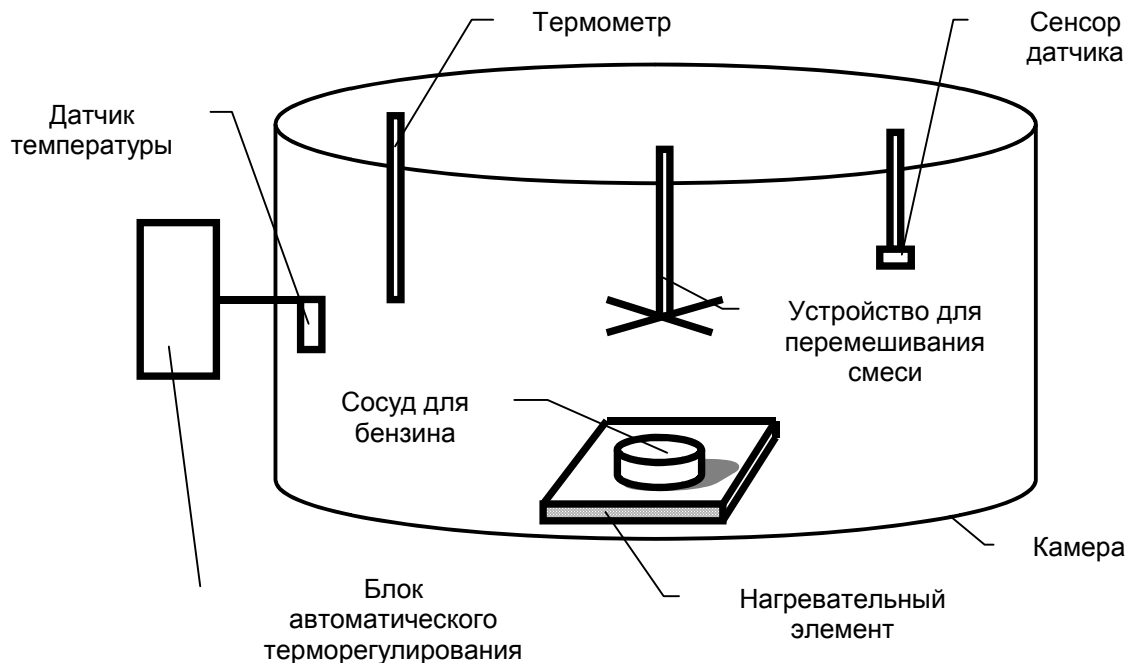

Рис.5. Схема поверки газоанализатора по парам бензина и дизельного топлива.
1) Собрать стенд для приготовления поверочных концентраций паров бензина в соответствии со схемой, приведенной рис.5.